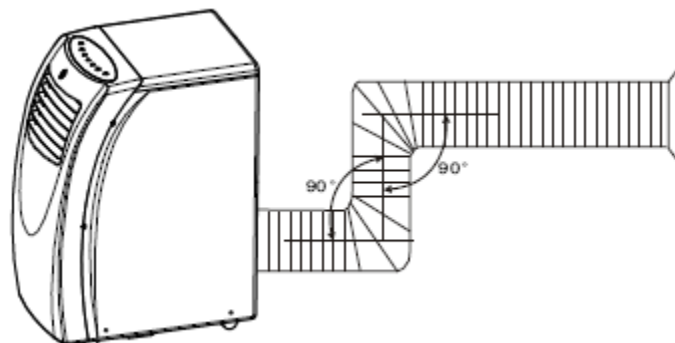

FIG.7
2. Dacă furtunul de evacuare trebuie îndoit, se va proceda astfel: (FIG. 7)